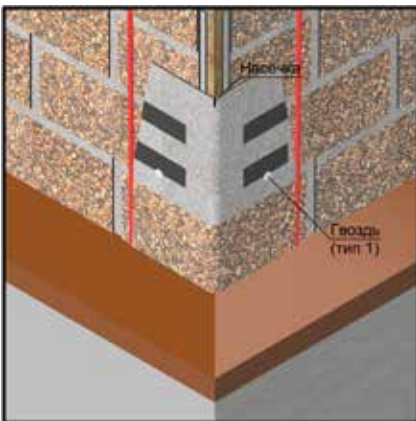

Рис. 20 Фиксация нижнего углового элемента.
8.2.9 Далее необходимо загнуть края углового элемента таким образом, чтобы они совпадали с размеченными границами (рис. 20). Каждый угловой элемент фиксируется 2 гвоздями (тип 1, таблица 1) – по 1 гвоздю с каждой стороны угла. Центр гвоздя должен совпадать с границей нижней клеевой полосы углового элемента.